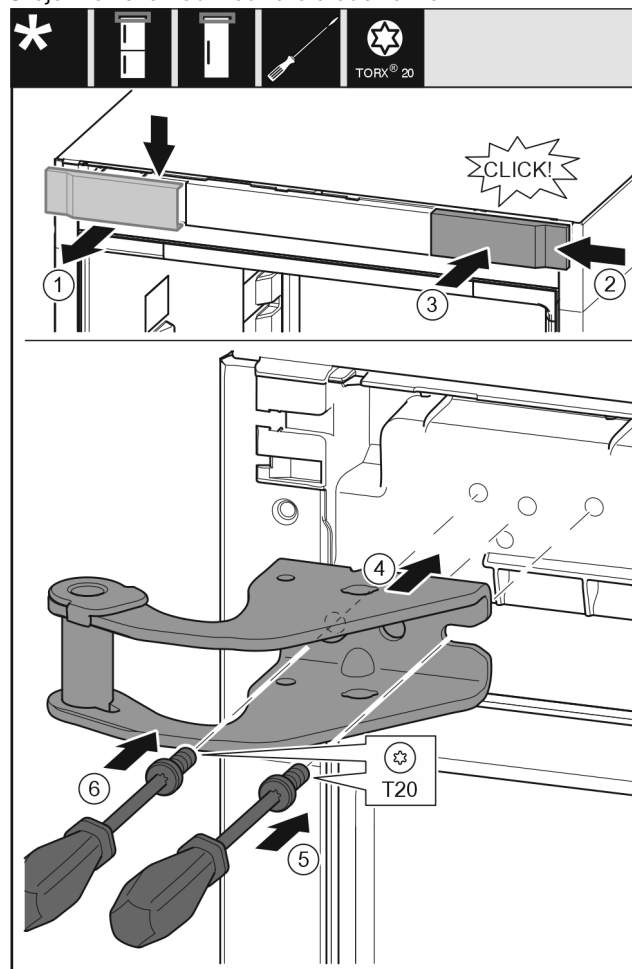

Fig. 10
- ▶ Odeberte kryt Fig. 10 (1) shora dopředu.
- ▶ Kryt Fig. 10 (2) otočený o 180° zavěste na druhé straně zprava.
- ▶ Zaklapněte kryt Fig. 10 (3).
- ▶ Nasadte horní stojan ložiska Fig. 10 (4).
- ▶ Šroubovákem nasadte šroub Fig. 10 (5) a utáhněte.
- ▶ Šroubovákem nasadte šroub Fig. 10 (6) a utáhněte.